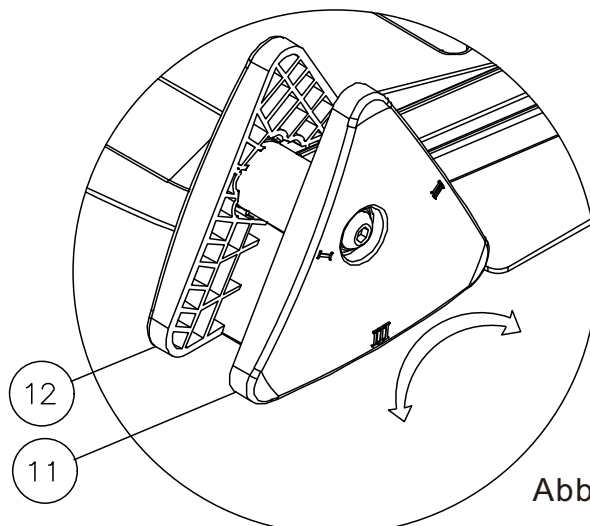

Abbildung 5
5. Drehen Sie gleichzeitig die dreieckigen Verstellauflagen mit den Nummern 11 und 12 auf beiden Seiten symmetrisch. Sie können zwischen drei verschiedenen Neigungseinstellungen für die Feinjustierung wählen. Wie in Abbildung 5 dargestellt: